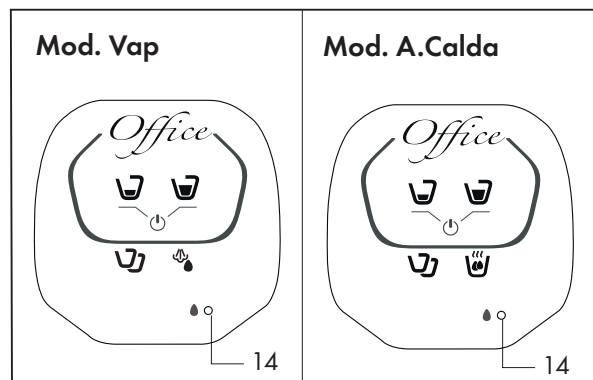

Fig. 4
Quand le voyant (14) (**Mod. VAP et A.Calda**) du tableau de commande s'allume, cela indique un manque d'eau dans le réservoir (**Fig. 4**) ; procéder dans ce cas au remplissage du réservoir (8) comme indiqué plus haut.